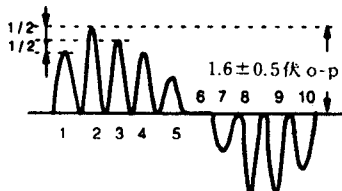

图 15
3. 将色调控制 (DAC) 设定至中央, 然后调整副色调控制 (R 674) 以获得如图15所示, 在TPE34的波形。